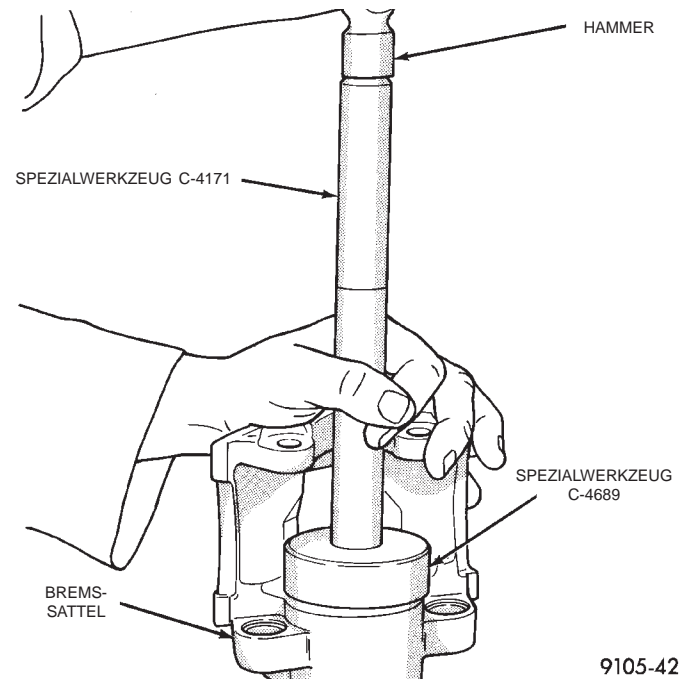

Abb. 89 Einsetzen der Staubschutzmanschette in die Gegenbohrung des Bremssattels
(6) Staubschutzmanschette in die Gegenbohrung der Kolbenbohrung drücken.
(7) Mit einem Hammer und Spezialwerkzeug zur Kolbenmontage C-4689 mit Griff (Spezialwerkzeug C-4171), die Staubschutzmanschette in die Gegenbohrung des Bremssattels treiben (Abb. 89).